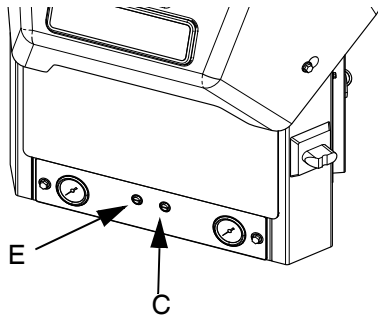

FIG. 18
- Use el regulador de presión de aire de transferencia de vacío (E) para ajustar la presión del aire de transferencia de vacío a 40-100 psi (280-690 kPa; 2,8-6,9 bar). La presión recomendada es de 60 psi (414 kPa; 4,1 bar). Consulte la FIG. 18.